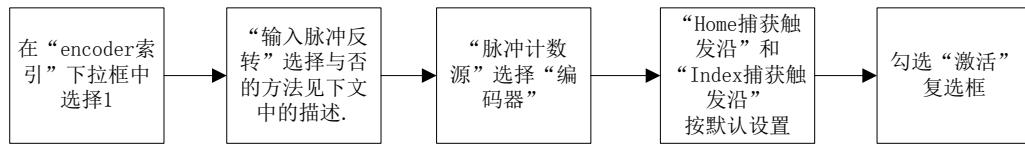

图 4-32 闭环模式下 encoder 配置流程
- (4) 切换至“encoder”页，如图 4-32 所示。